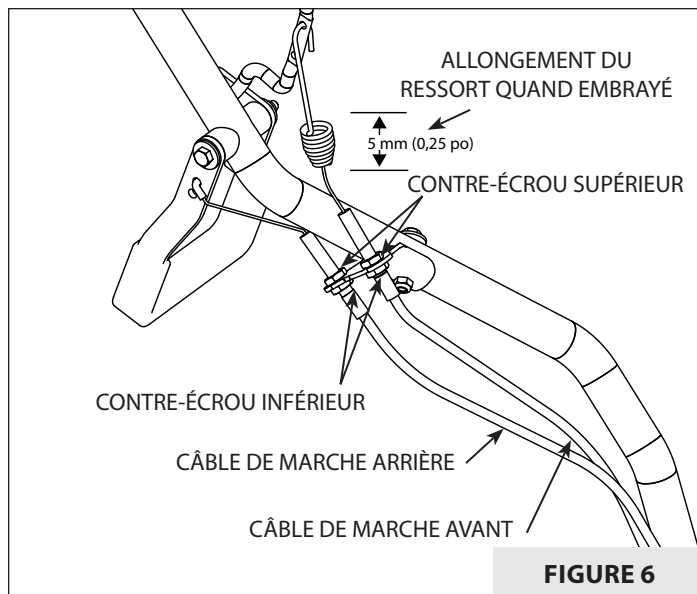

FIGURE 6
1. Desserrer le contre-écrou supérieur. **VOIR FIGURE 6.**
3. Une fois le réglage correct, serrer le contre-écrou supérieur. Si la tension est correctement réglée, lorsqu'on engage le levier de commande d'entraînement, le ressort bombé sur le câble s'allonge d'environ 5 mm ou 1/4 po. **VOIR FIGURE 6.**